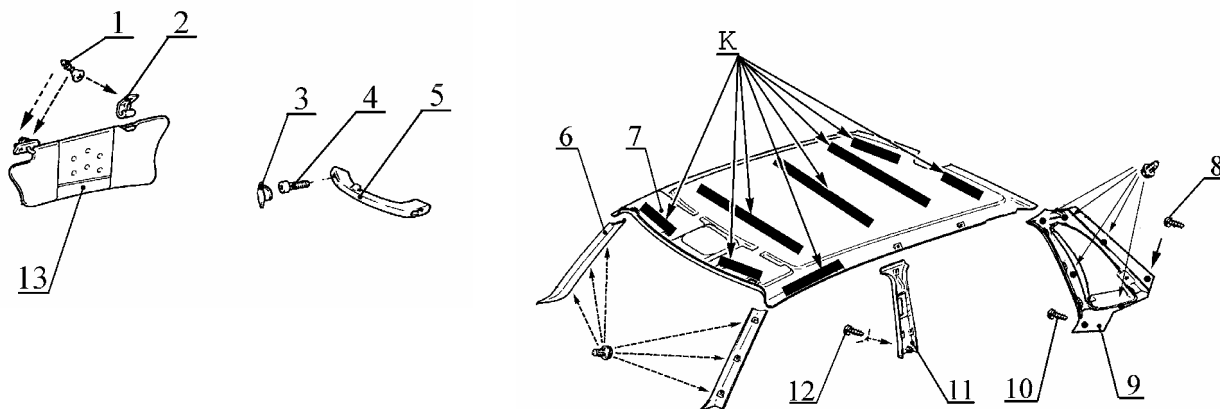

Рис.20. Обивка крыши:
10.3 Отвернуть шесть винтов 1, рис.20, снять два противосолнечных козырька 13 в сборе, и держатели 2 (отвертка крестообразная).
10.13 Установить обивку крыши в порядке обратном снятию. При установке обивок салона поврежденные держатели обивок заменить. Обивки салона должны быть установлены без перекосов и закреплены на все точки крепления, предусмотренные конструкцией. Перед установкой обивки нанести клей полиуретановый валиками диаметром 10-12 мм на обивку крыши, как показано на рис.20.